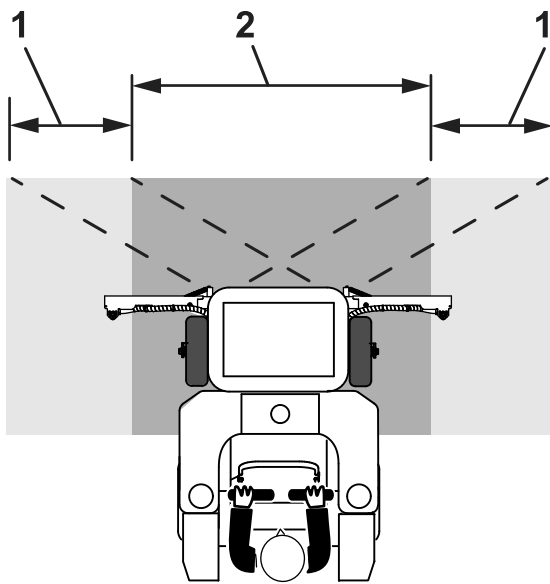

Figure 46
- N'empiétez pas sur la zone de pulvérisation effective que vous avez pulvérisée précédemment (Figure 46).